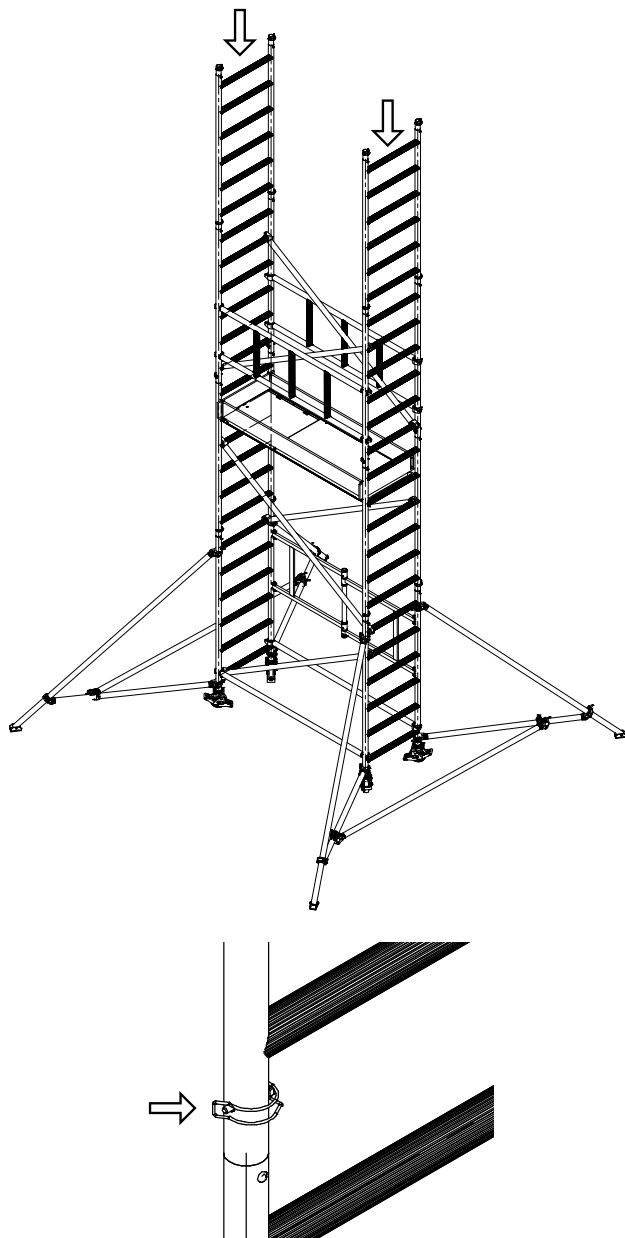

Rys. 79 Montaż krawężników poprzecznych
14. Następnie zamocować zestaw krawężników (Rys. 79 i Rys. 80). Montaż rozpocząć od krawężników poprzecznych a następnie zamontować krawężniki wzdłużne.